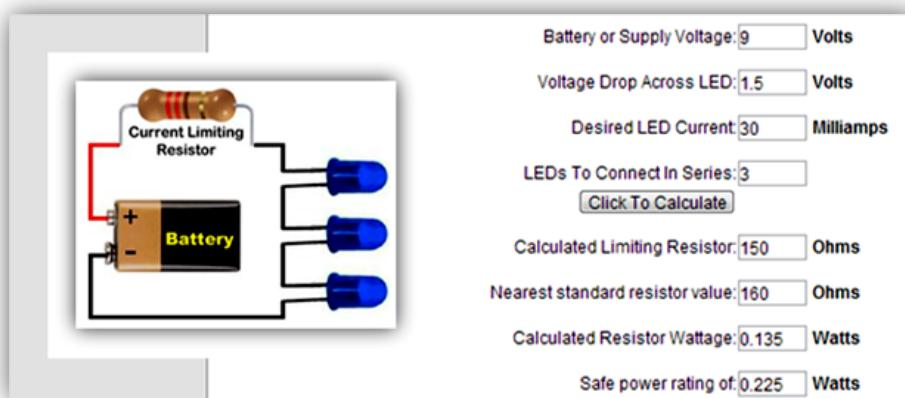

Figura 1.75 – Cálculo do resistor limitador para três LEDS conectados em série.
No site [http://www.pcboard.ca/kits/led\\_notes/](http://www.pcboard.ca/kits/led_notes/) encontra-se um aplicativo pelo qual é possível calcular o resistor limitador para um e para três diodos LED, como indica a Figura 1.75. Observe o leitor os valores escolhidos: diodos conectados em série (3), 9 V para a tensão da fonte e 1,5 V para  $V_{LED}$ . Acesse o site e teste outros valores. Verifique matematicamente o valor retornado pelo aplicativo.